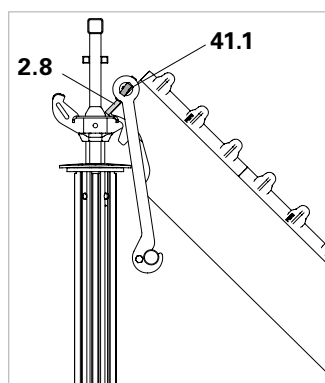

Fig. A11.03
2. Colocar a parte superior do conjunto de tracção (41.1) na placa de topo da viga principal (2.8) e colocar a viga principal no cabeçal de caída SFK. (Fig. A11.03)
4. Montar a placa base-2 (29) numa superfície com suficiente capacidade de carga utilizando, por exemplo, parafuso de ancoragem PERI 14/20x130, Art.-Nr. 124777. Ter em consideração a Ficha de Dados PERI!
5. Inserir o eixo orientável da parte superior do conjunto de tracção na barra de ancoragem (41.3), fixar com porca hex. SW 30/50 (42) e ligar à parte superior do conjunto de tracção. (Fig. A11.03 + A11.04)